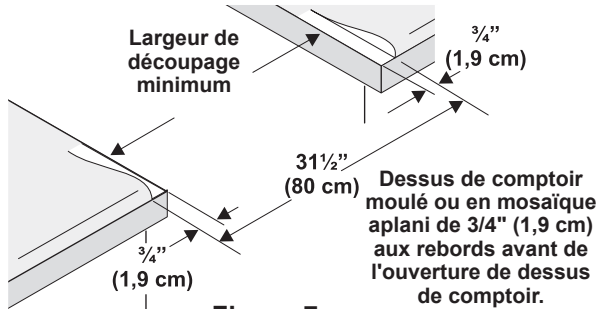

Figure 7
- Les dessus de comptoir au **rebord avant moulé** doivent être aplanis de 3/4" (1,9 cm) à chaque coin avant de l'ouverture (Figure 7).
- Il est possible qu'il soit nécessaire d'araser de  $\frac{3}{4}$ " (1,9 cm) les dessus de **comptoir en mosaïque** à chaque coin avant et/ou d'aplanir le rebord arrondi (Figure 7).